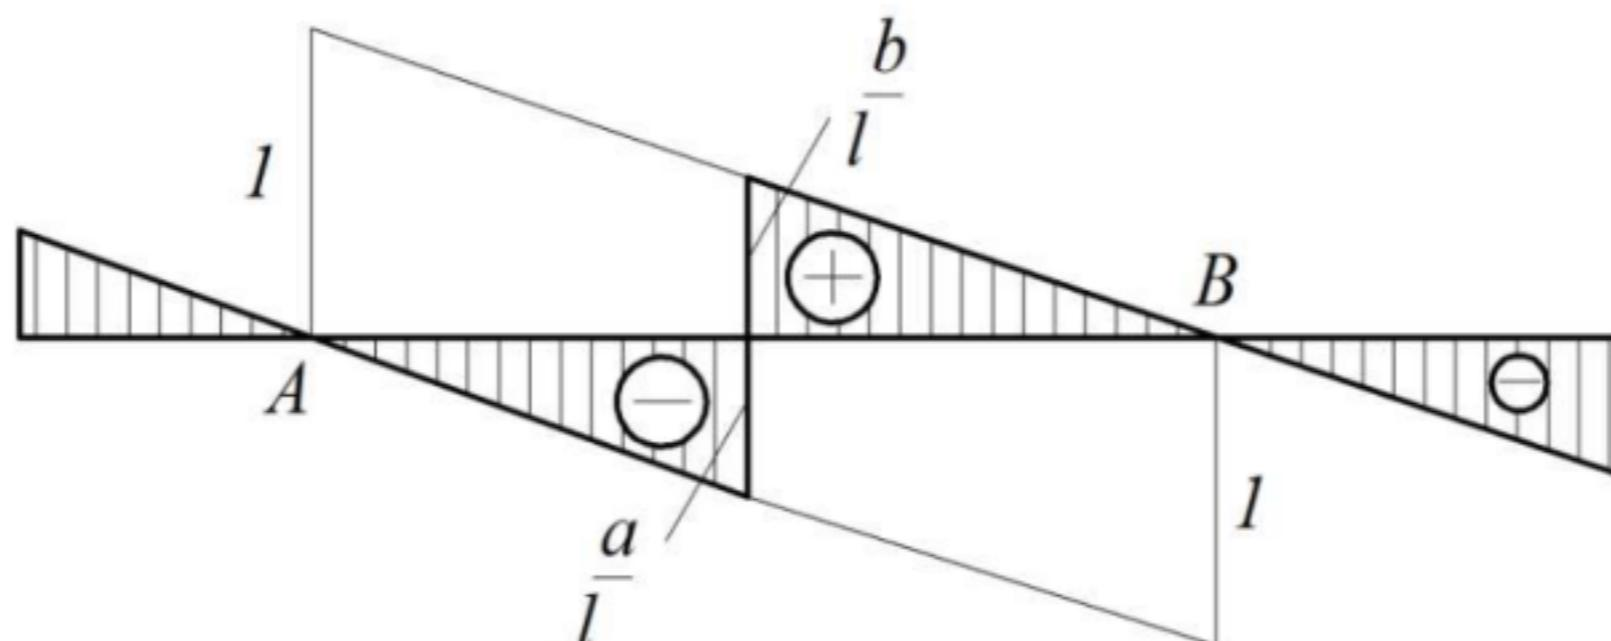

Рисунок 0.11
Линия влияния поперечной силы Q_{k_1} (рис. 0.11)
- На левой опоре *вверх* откладывают отрезок равный единице (рис.0.11)